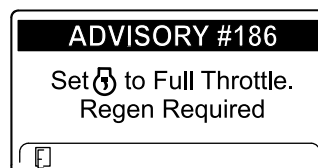

Bild 52
**Hinweis:** Wenn die Auspufftemperatur zu niedrig ist, wird im InfoCenter ADVISORY#186 (Bild 52) angezeigt, um Sie zu informieren, dass Sie den Motor auf Vollgas (hoher Leerlauf) eingestellt haben.